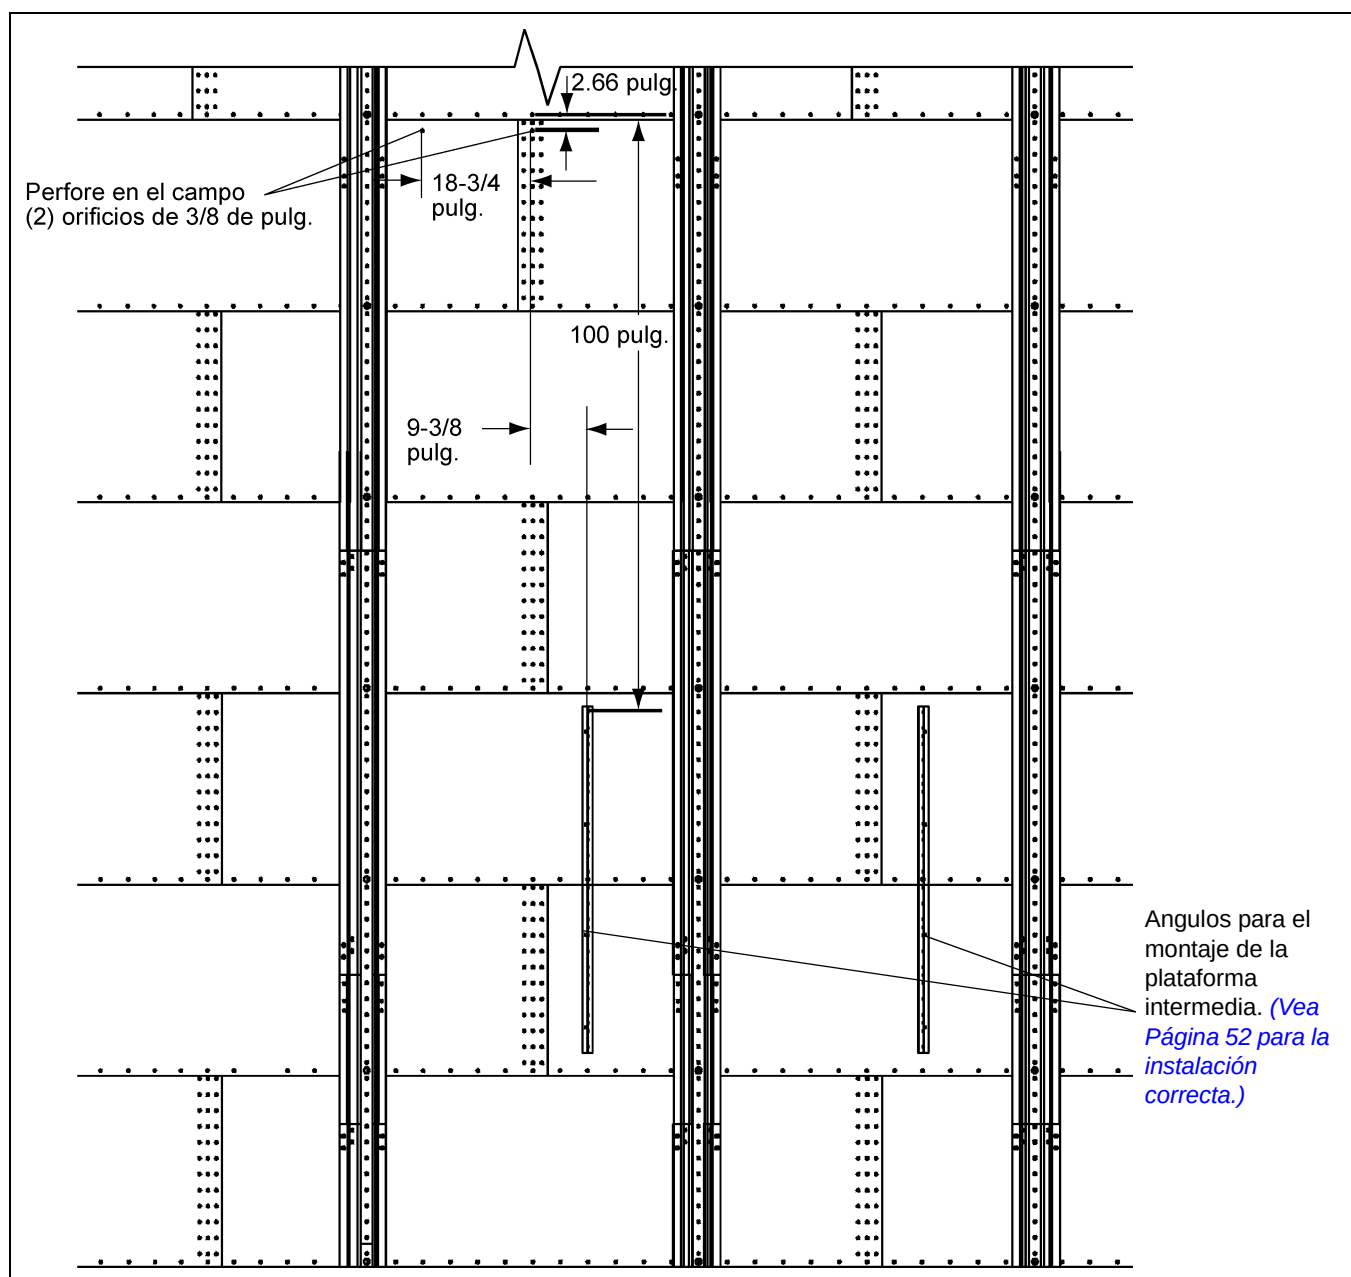

Figura 6T
Antes que se instalen los soportes del arrancador (STARTER BRACKET), se deben perforar dos (2) orificios de 3/8 de pulg. debajo de y directamente en línea con los orificios de la junta horizontal superior, ubicados en el tercer anillo más arriba, partiendo contando desde los ángulos para el montaje de la plataforma intermedia. El primer orificio, para el soporte del arrancador a mano derecha, se debe ubicar a 9-3/8 pulg./23,81 cm. del centro del ángulo- a mano izquierda-del montaje de la plataforma intermedia hasta el centro del orificio. El segundo orificio que se requiere para el soporte a mano izquierda, se debe ubicar a 18-3/4 pulg./45,91 cm. partiendo desde el centro del primer orificio. Refiérase a la Figura 6T de más abajo, para la ubicación correcta de los dos (2) orificios de 0,375 pulg./0,95 cm. perforados en el campo y que se requieren para la instalación de los soportes del arrancador.